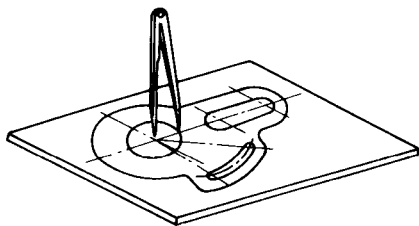

图 1-1 平面划线
(2) 划线的种类 划线可以分为平面划线和立体划线两类。
① 平面划线 只需在一个平面上划线，即能明确表示出工件加工界线的方法称为平面划线。这是最基本的划线方法，也是立体划线的基础。仪表维修工划线时大部分采用的是平面划线如图 1-1 所示。